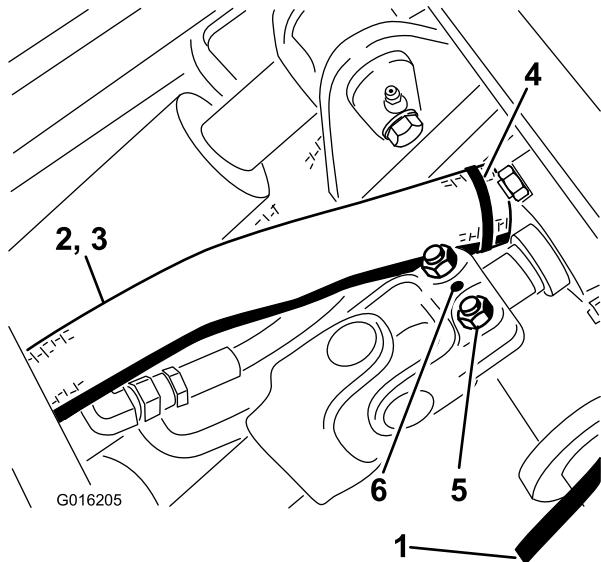

Figure 73
4. Enlevez la goupille cylindrique et desserrez les 2 boulons qui fixent l'arbre d'entraînement à l'arbre du boîtier d'engrenages (Figure 73). Détachez l'arbre d'entraînement de l'arbre du boîtier d'engrenages.